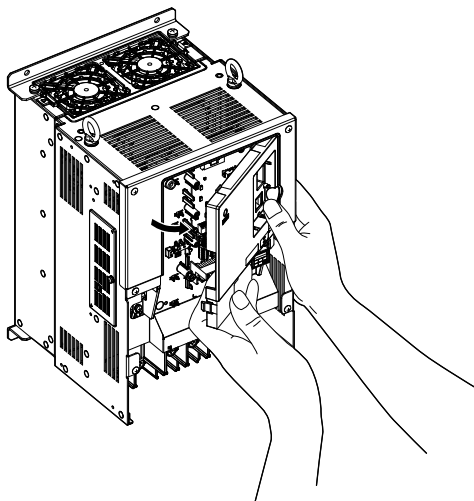

Figura 3.19 Remova a tampa frontal (2A0010 a 2A0415 e 4A0058 a 4A1200)
4. Desenganche a lateral esquerda da tampa frontal e balance o lado esquerdo na sua direção conforme mostrado em Figura 3.19 até que a tampa se solte.